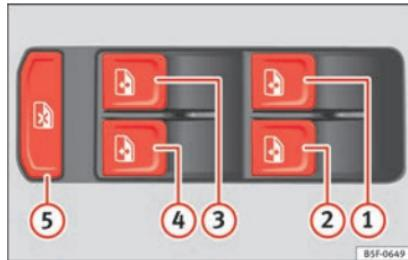

Fig. 140 Détail de la porte du conducteur : commandes pour les glaces (véhicule 5 portes avec lève-glaces électriques avant et arrière).
La commande de sécurité  fig. 140 (5) située sur la porte du conducteur vous permet de désactiver les touches des lève-glaces sur les portes arrière.
Les touches  **fig. 140 ①, ②, ③ et ④** disposent de deux positions pour l'ouverture des glaces et de deux autres pour leur fermeture. Il est ainsi plus simple de contrôler les processus d'ouverture et de fermeture.